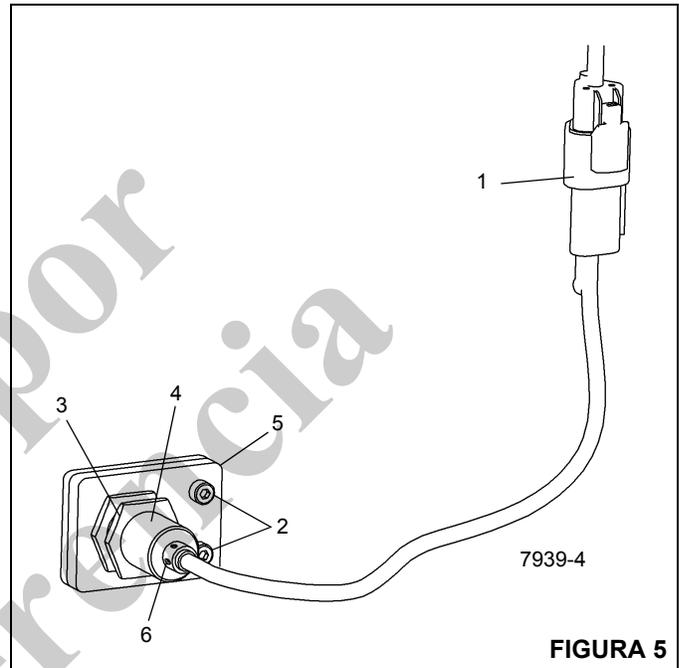

FIGURA 5
1. Desconecte el conector eléctrico (1, (Figura 5)) en el interruptor.
2. Retire los dos tornillos (2, (Figura 5)) que sujetan el conjunto de interruptor/escuadra de montaje a la caja del estabilizador.
3. Afloje la contratuerca (3, (Figura 5)) que sujeta el interruptor (4) a la escuadra de montaje; retire el interruptor.
2. Enrosque el interruptor (4, (Figura 5)) en la escuadra de montaje (5) de modo que la cara del interruptor sobresalga 10 mm a través de la escuadra.
3. Use los dos tornillos (2, (Figura 5)) para fijar el conjunto de interruptor/escuadra de montaje a la caja del estabilizador.
5. Apriete la contratuerca (3, (Figura 5)) en el interruptor.
6. Conecte el conector eléctrico (1, (Figura 5)) al interruptor.
7. Con la unidad encendida y la viga del estabilizador completamente extendida, compruebe que el LED (6, (Figura 5)) del interruptor de proximidad se ilumina; retraiga la viga del estabilizador y verifique que el LED no está iluminado.